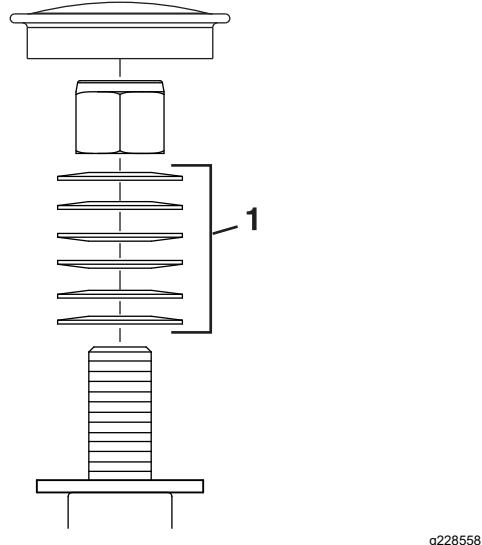

Figura 88
3. Retire el tapón guardapolvo de la rueda giratoria y apriete la contratuerca (Figura 88).
4. Apriete la contratuerca hasta que las arandelas de muelle estén planas, luego afloje $\frac{1}{4}$ de vuelta para establecer la pre-carga correcta de los cojinetes (Figura 88).
5. Coloque el tapón anti-polvo (Figura 88).